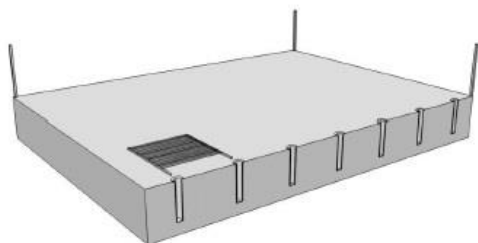

Рис. 4
2. Разложить параллельно на земле первые 2 столба на расстоянии 2525 мм друг от друга (рис. 4).